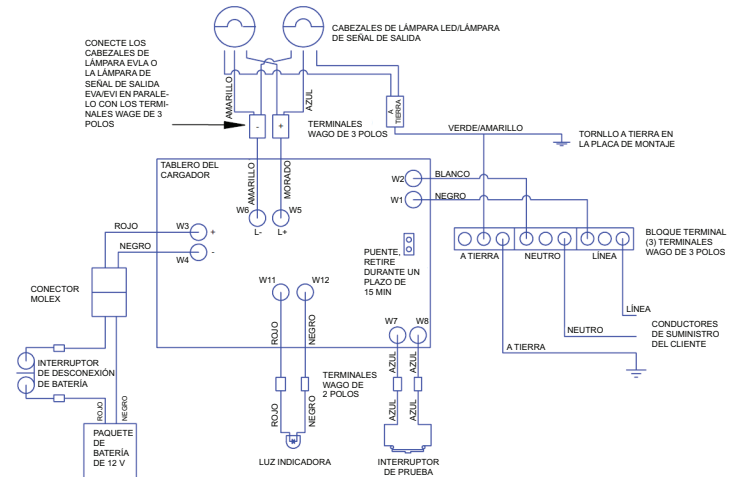

Figura 1. Diagrama de cableado
8. Desconecte los dos (2) cables azules del interruptor de prueba del tablero del cargador del terminal Wago de 2 polos.
9. Retire los (4) cuatro tornillos 1/4-20 y las arandelas de seguridad que aseguran la placa de montaje en el gabinete y retire el antiguo ensamblaje interior. Mantenga el hardware de montaje.
10. Instale el nuevo ensamblaje interior dentro de su actual gabinete usando los mismos cuatros (4) tornillos 1/4-20 y arandelas que se retiraron en el paso 9. Gire los tornillos a 60 in-lb.
14. Reconecte los dos (2) cables azules del interruptor de prueba del tablero del cargador al terminal Wago de 2 polos.
18. Verifique que todas las conexiones de cableado estén correctas según el diagrama de cableado (consulte la Figura 1).